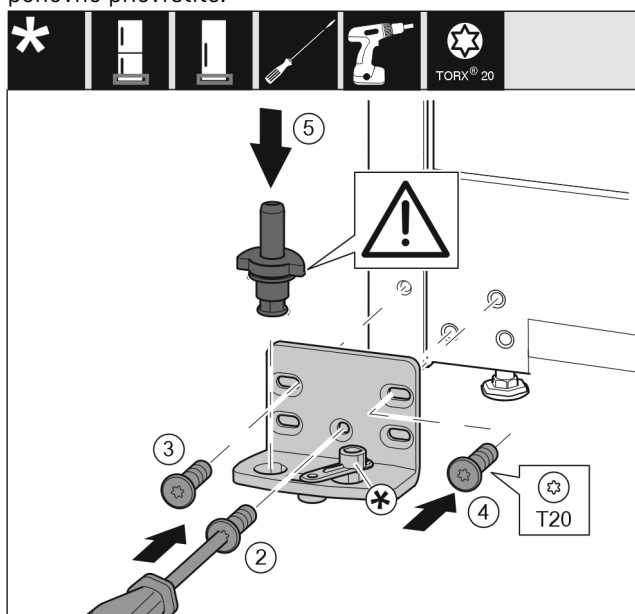

Fig. 15
- Postavite podložak ležaja na drugu stranu i pritegnite ga odvijačem. Započnite s vijkom Fig. 15 (2) dolje u sredini.
- Pritegnite vijak Fig. 15 (3) i vijak Fig. 15 (4).
- Potpuno umetnite podložak ležaja Fig. 15 (5). Pritom se pobrinite za to da je uskočna izbočina okrenuta prema natrag.